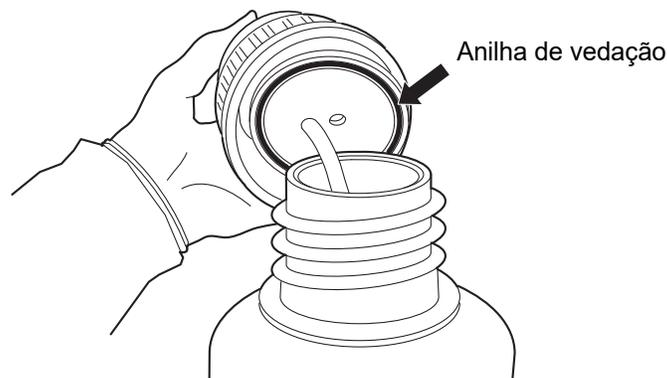

Figura 8-11 Inspeção da anilha de vedação da garrafa de resíduos
4. Antes de voltar a colocar a tampa de resíduos, verifique se a anilha no seu interior possui detritos. Consulte a Figura 8-11.